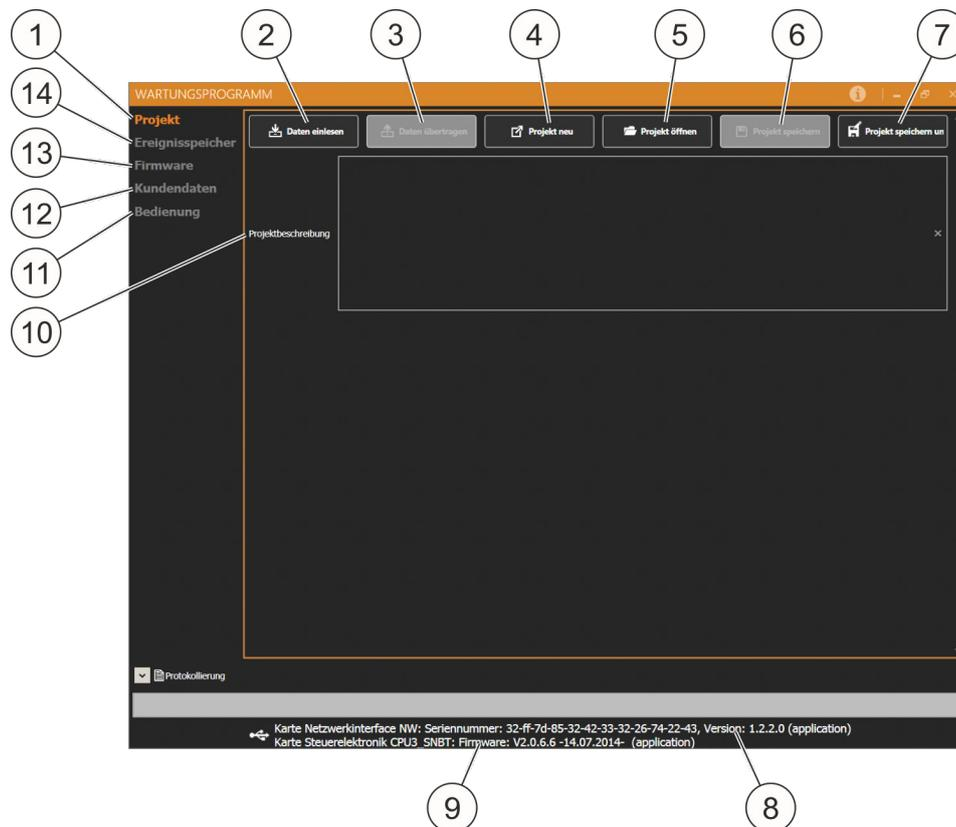

Abb. 75: Startseite Wartungsprogramm
- Projekt (Abb. 75/1) ↪ Kapitel 9.3 „Projekt“ auf Seite 92
- Daten einlesen (Abb. 75/2) (grau hinterlegt, wenn kein System angeschlossen)
- Daten übertragen (Abb. 75/3) (grau hinterlegt, wenn noch keine Daten eingelesen worden sind)
- Projekt neu (Abb. 75/4)
- Projekt öffnen (Abb. 75/5)
- Projekt speichern (Abb. 75/6) (grau hinterlegt, wenn kein zuvor kein Projekt geöffnet wurde)
- Projekt speichern unter (Abb. 75/7)
- Ereignisspeicher (Abb. 75/14) ↪ Kapitel 9.4 „Ereignisspeicher“ auf Seite 93
- Firmware (Abb. 75/13) ↪ Kapitel 9.5 „Firmware“ auf Seite 93
- Kundendaten (Abb. 75/12) ↪ Kapitel 9.6 „Kundendaten“ auf Seite 93
- Bedienung (Abb. 75/11) ↪ Kapitel 9.7 „Bedienung“ auf Seite 95
- Seriennummer Netzwerkkarte, Versionsnummer Netzwerkkarte (Abb. 75/8)
- Firmware Version (Abb. 75/9)
- Bei Projektbeschreibung (Abb. 75/10) kann das Projekt beschrieben werden. Diese Beschreibung wird mit dem Projekt bei "Projekt speichern unter" bzw. "Projekt speichern" mit den Daten auf dem **PC** gespeichert. Die Projektbeschreibung wird nicht mit zum System (DET-AC III Master) übertragen und nicht im System gespeichert. Nach dem Auslesen der Daten aus einem System steht die Projektbeschreibung nicht zur Verfügung.